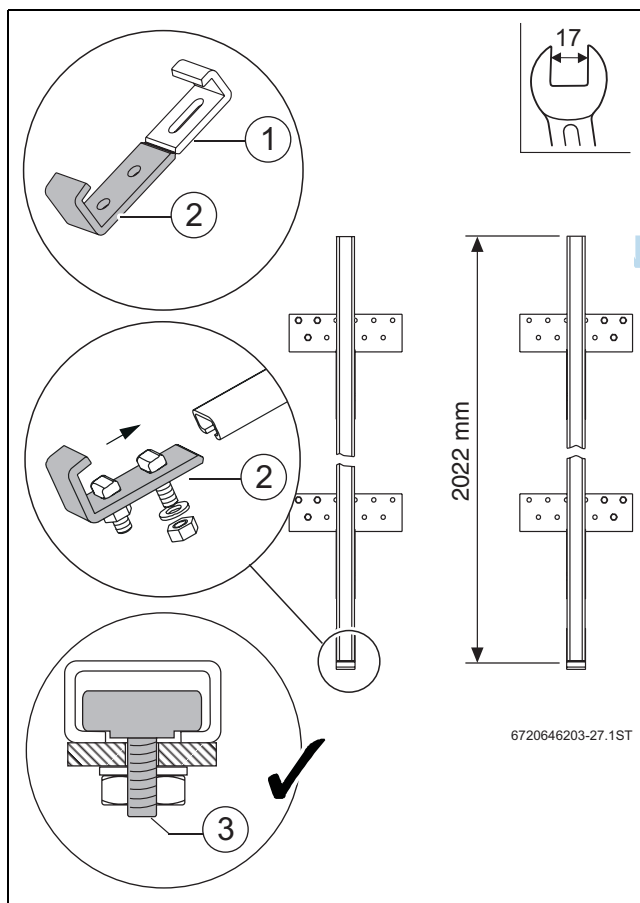

Bild 30
- ▶ Haltekralen unten an senkrechte Schiene (2022 mm) vormontieren: → Bild 30